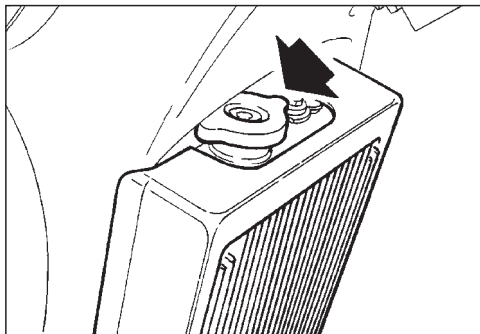

Fig. 30
Ogni 1500 km o dopo impieghi gravosi, verificare a motore freddo il livello del liquido refrigerante togliendo il tappo (Fig. 30).
- ◆ Togliere il tappo di carico (Fig. 30).